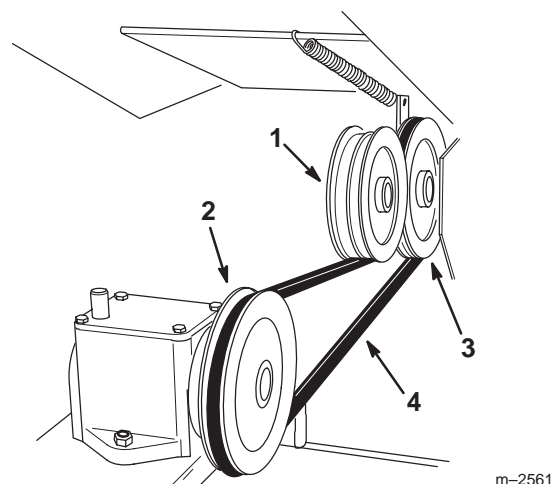

Figure 5
2. Soulevez la poulie folle et installez la courroie d'entraînement sur la poulie de sortie du groupe de déplacement et la poulie d'entrée du boîtier d'engrenages (Fig. 5).
3. Relâchez la poulie folle pour lui permettre de revenir en haut de la courroie d'entraînement (Fig. 5).